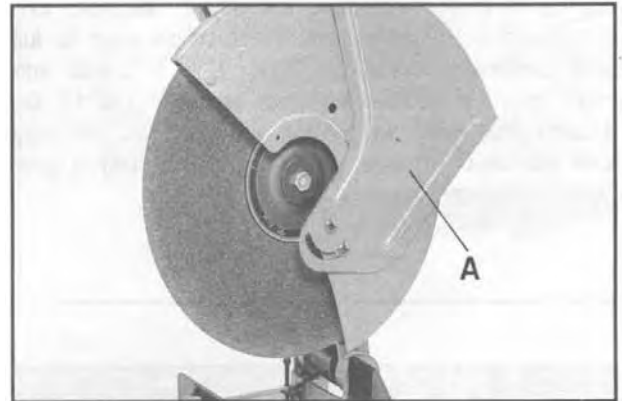

Fig. 21
2. Den beweglichen Unterschutz wie in (Fig. 21) gezeigt hochklappen.